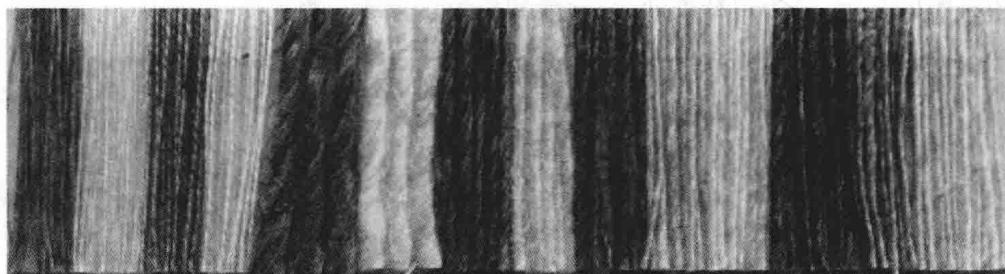

图 1-5 不同粗细结构的亚麻纤维纱
(2) **纱线结构** 纱线粗细、粗细均匀度、毛羽、捻度、混纺纱结构特征的表征与检测。图 1-5 为不同粗细结构的亚麻纤维纱。